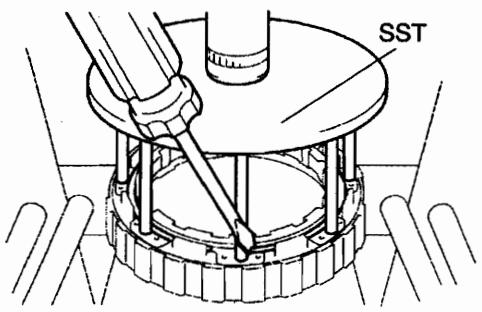

图 12-1-26
- (37) 拆下 2 号制动活塞。
①如图 12-1-26 所示, 用 SST 和压头拆下卡环。